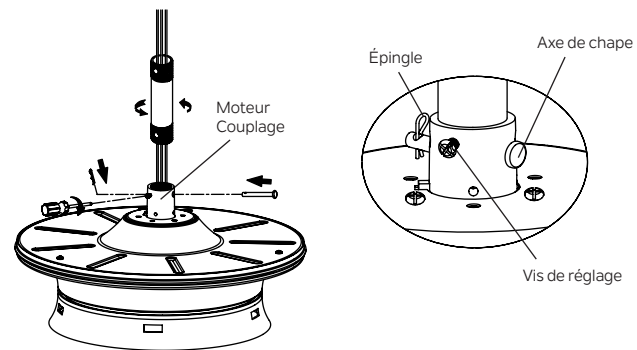

Fig. 8
**Étape 4.** Faites passer avec précaution les fils du ventilateur et le câble de sécurité à travers la tige descendante. Vissez la tige descendante sur l'accouplement du moteur jusqu'à ce que les trous des broches de la chape soient alignés. Ensuite, replacez l'axe de chape et l'épingle, puis serrez les deux vis de réglage. (Fig. 8)